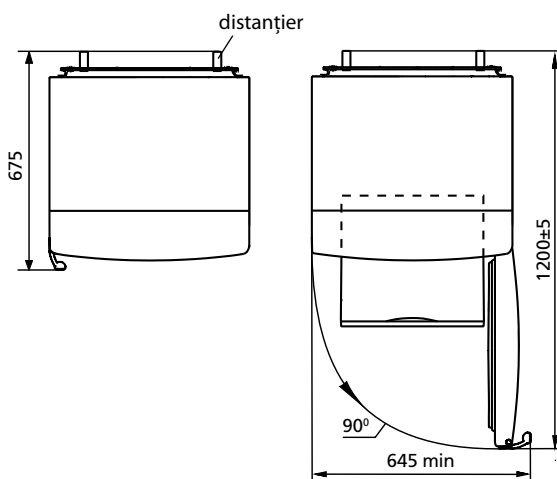

Figura 2 – Frigider (vedere de sus)
**1.4** Spațiul total, necesar pentru exploatarea frigiderului este determinat de dimensiunile indicate în figura 2 în milimetri. Pentru extragerea liberă a componentelor din frigider trebuie să deschideți ușile camerei la un unghi de cel puțin 90°.